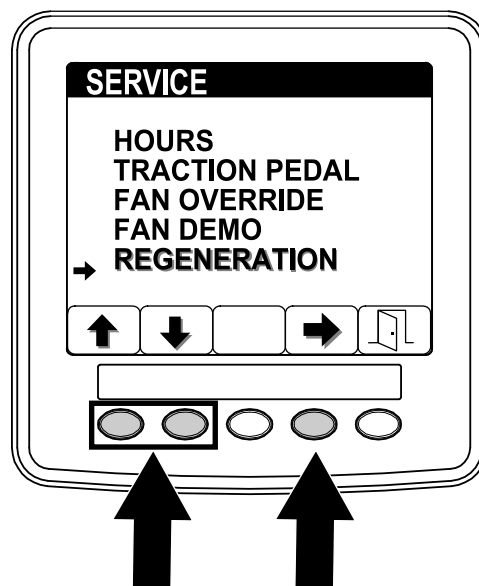

Рисунок 67
2. В меню SERVICE (Техобслуживание) нажмите кнопку 1 или 2, чтобы перейти к опции REGENERATION (Регенерация), и нажмите кнопку 4, чтобы выбрать позицию REGENERATION (Регенерация) (Рисунок 67).